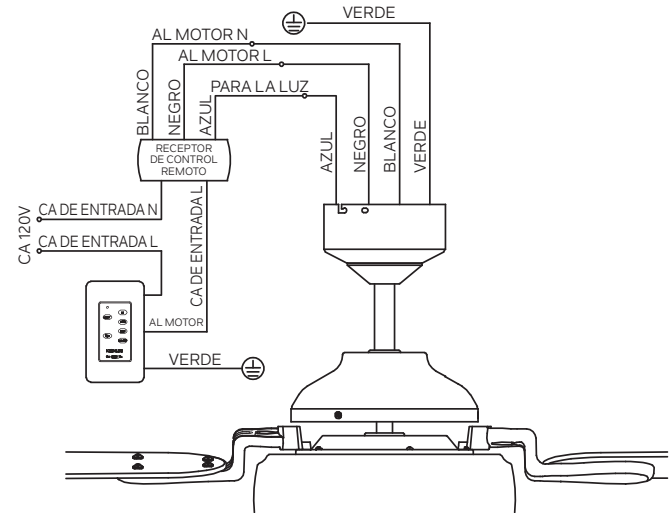

Figura 16
Paso 2. Conexiones eléctricas del motor al receptor: (Figura 16) Conecte el cable negro del ventilador al cable negro marcado “AL MOTOR L” (to motor l) del receptor. Conecte el cable blanco del ventilador al cable blanco marcado “AL MOTOR N” (to motor n) del receptor. Conecte el cable azul del ventilador al cable azul marcado “PARA LA LUZ” (for light) del receptor. Fije todas las conexiones de cables con las tuercas de cable de plástico provistos.
Paso 3. (Figura 16) Cables de suministro del receptor a la casa Conexiones eléctricas: Conecte el cable negro (vivo) del techo al cable negro marcado “CA DE ENTRADA L” del receptor. Conecte el cable blanco (neutro) del techo al cable blanco marcado “CA DE ENTRADA N” del receptor. Fije las conexiones de cables con las tuercas de cable de plástico provistos.
Paso 4. (Figura 16) Si su caja de salida tiene un cable de tierra (de cobre verde o desnudo) conéctelo a los cables de tierra del ventilador; de lo contrario, conecte el cable de tierra del soporte colgante al soporte de montaje. Fije la conexión del cable con una tuerca de plástico proporcionada. Después de conectar los cables, sepárelos de modo que los cables verde y blanco estén en un lado de la caja de salida y los cables negro y azul en el otro lado. Introduzca con cuidado las conexiones de cables en la caja de salida.